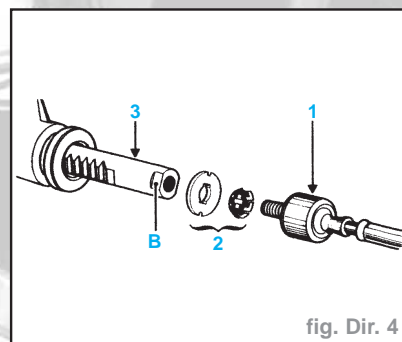

fig. Dir. 4
- Remplacer systématiquement et **IMPÉRATIVEMENT** l'ensemble (2) (fig. Dir. 4).
- Remonter sur la crémaillère (3) :
- l'ensemble rondelle butée - arrêt (2),
- la rotule axiale (1) neuve dont le filetage aura préalablement été enduit de **LOCTITE FRENBLOCK**.
- Avant le serrage définitif de la rotule axiale à l'aide de l'outil **Dir. 1305**, vérifier que les languettes de la rondelle arrêt (2) coïncident bien avec les méplats (B) de la crémaillère (fig. Dir. 4).